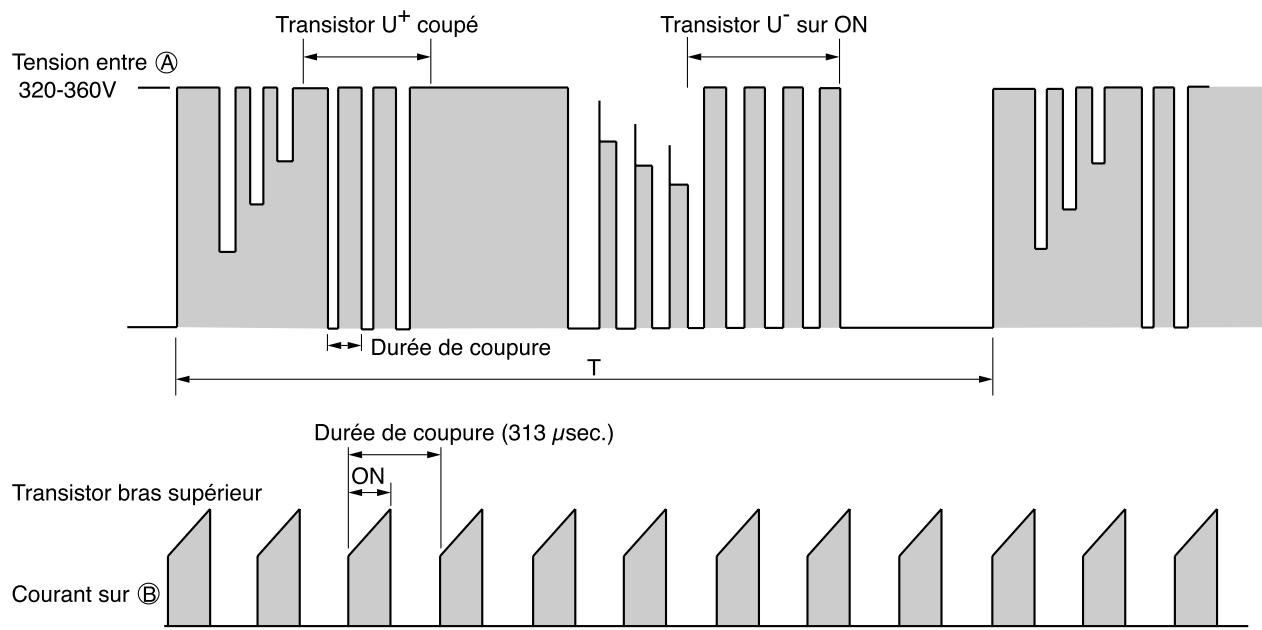

Fig. 3-3 Montre la forme d'onde de la tension à chaque point.
- La Fig. 3-3 montre la forme d'onde de la tension à chaque point montré sur les figures 3-1 et 3-4. La première moitié du bras supérieur est coupée et la deuxième est sur ON; la première moitié du bras inférieur est coupée et la deuxième est sur ON.
- Since current flows at point ⑧ only when  $U^+$  transistor is ON, the current waveform at point ⑧ becomes intermittent waveform as shown in Fig. 3-3. Since current at point ⑧ is approximately proportional to the input current of the air conditioner, input current is controlled by using DC current ( $I_d$ ) detection resistor.